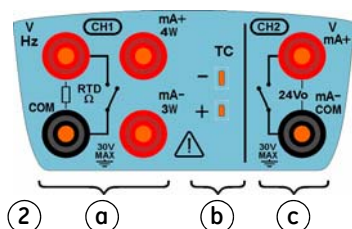

Figura 1-2: Conexões CH1/CH2
2.	Conectores de canal 1 (CH1) e canal 2 (CH2) para operações elétricas; veja a Figura 1-2 .